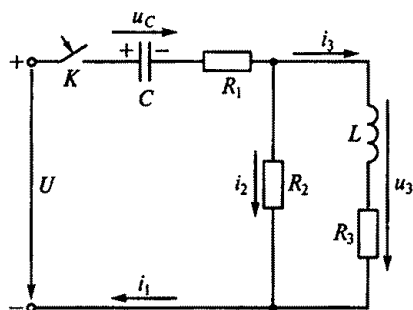

Рис. 149
4.18. Каковы будут токи i_1 , i_2 , i_3 и напряжение U_3 в момент замыкания ключа K в цепи на рис. 149, если до его замыкания конденсатор C был заряжен до напряжения $U_C = U/2$? (Указать неправильный ответ.)